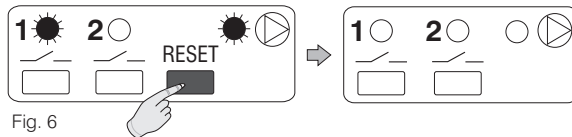

Fig. 6
- Appuyer brièvement sur la **touche "RESET"** ; au relâchement le forçage temporaire sera annulé (fig.6).